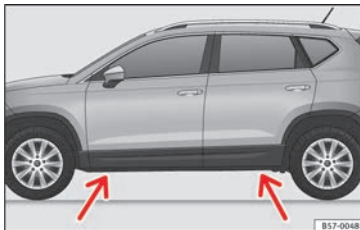

Fig. 75 Traverse : repères.
- Recherchez sur le bas de caisse la marque du point d'appui du cric (zone renforcée) le plus proche de la roue à changer » » fig. 75.